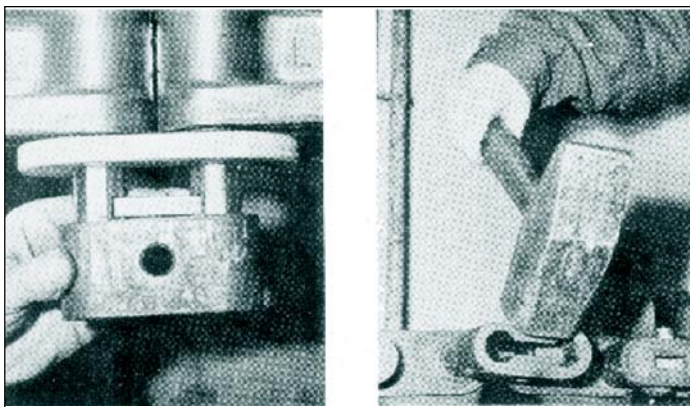

Fig 6-19. Colocação do conector
(4) engatar o conector nos dois eixos do patim e empurrar, sem forçar, com a ajuda de um martelo, batendo com pequenos golpes secos até que a borda exterior da ranhura do calço corresponda com a face interior do conector. Se os dois eixos do patim não estiverem na mesma altura, corrigir com a ajuda de uma barra de ferro;
(5) colocar o calço na sua ranhura, empurrar com mais força o conector com a ajuda do martelo. Retirar o medidor de espaçamento. Continuar a empurrar o conector até que as extremidades dos eixos dos patins aflorem;
(6) no momento dos últimos golpes, bater obliquamente contra o conector a fim de não estragar as extremidades dos eixos; (Fig 6-19)